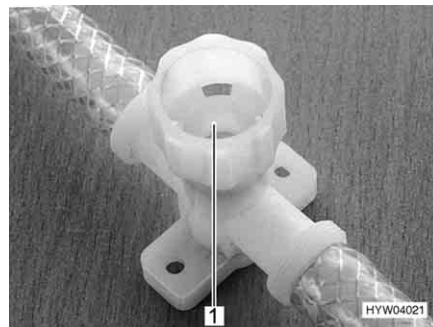

Bild 160 Avtappningskran för varmvattenaggregat
- Stäng alla avtappningskranar. Vrid då locken (Bild 160,1) medurs.
- Öppna alla avtappningskranarna till varmvattenaggregatet. Vrid då locken (Bild 160,1) moturs.